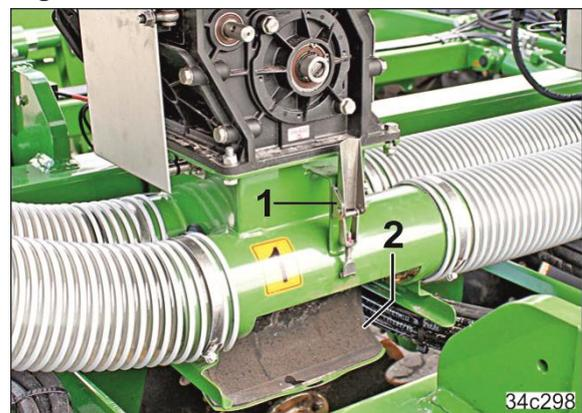

Fig. 248
3. Die Klappe (Fig. 248/2) der linken Schleuse öffnen. Die Klappe der rechten Schleuse bleibt verschlossen.
- 3.1 Den Spannhaken (Fig. 248/1) lösen zum Öffnen der Klappe (Fig. 248/2).